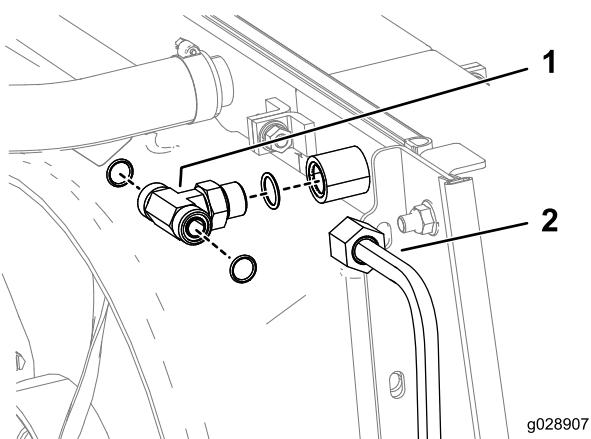

図 8
- 2. オイルクーラのチューブをT字フィッティングのポートに接続する図 8。